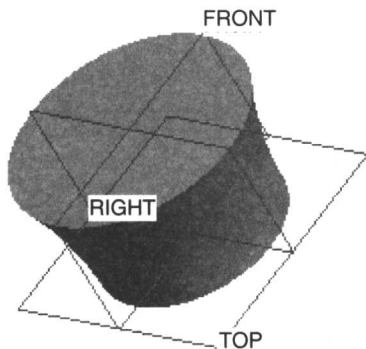
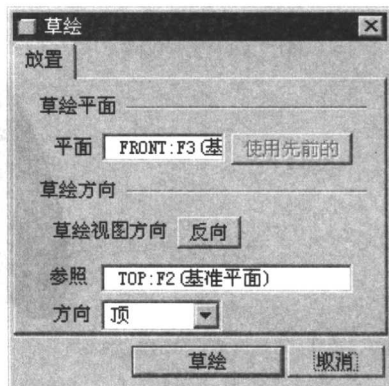

图 1.2 实体旋转特征
图 1.3 “草绘”对话框
Step2. 创建如图 1.2 所示的基础特征——实体旋转特征。
(1) 选取命令：选择下拉菜单 **插入(I) → 旋转(R)...** 命令。
(2) 在绘图区右击，从弹出的快捷菜单中选择 **定义内部草绘...** 命令；选取 FRONT 基准面为草绘平面，TOP 基准面为参照平面，方向为 **顶**；在如图 1.3 所示的“草绘”对话框中单击 **草绘** 按钮。